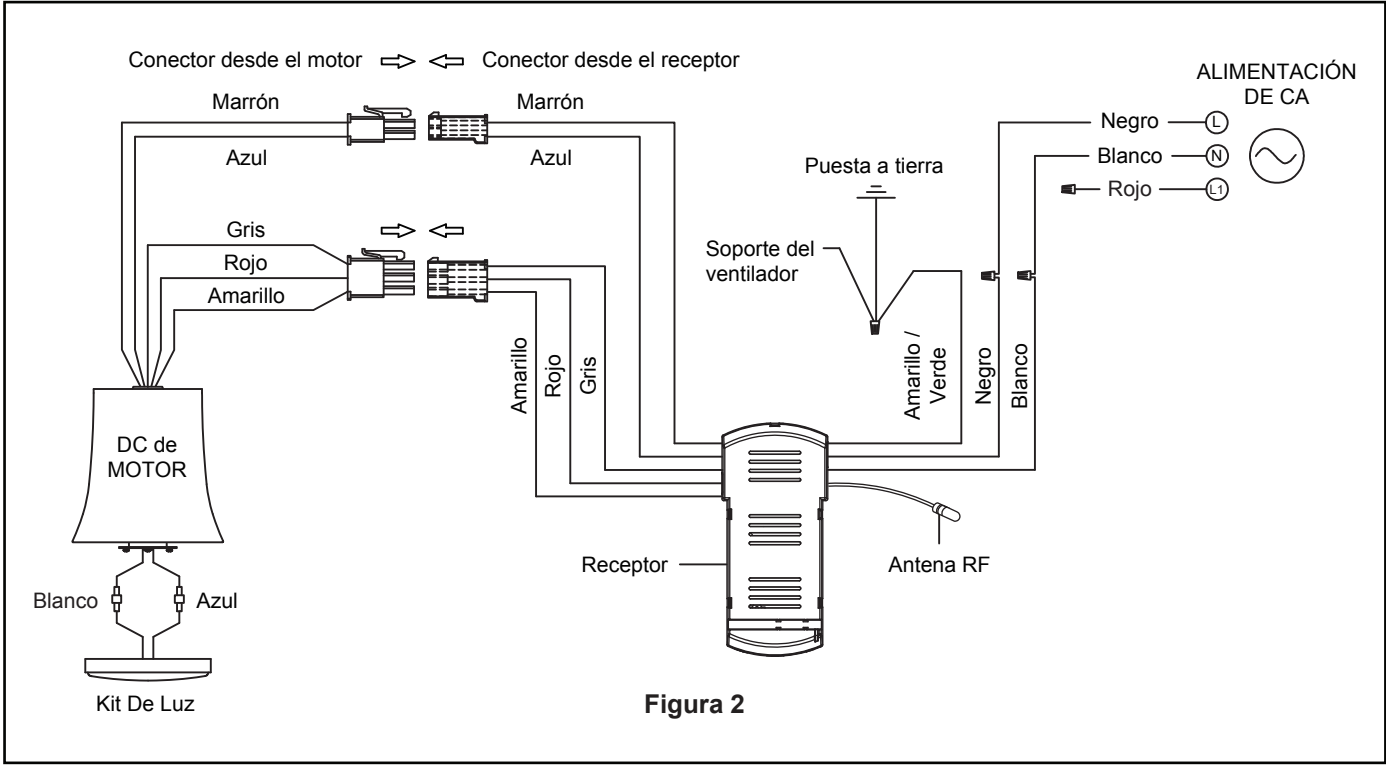

Figura 2
1. Realice las conexiones de cables al bloque del terminal como se muestra en la Figura 2.